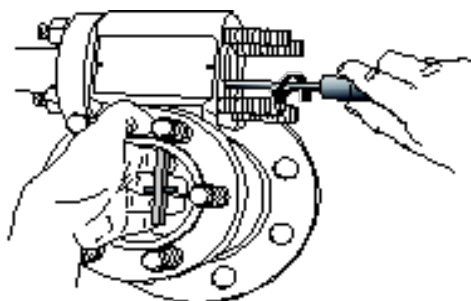

Figure 23
9.3 Dépose du tube de torsion avec boîtier assemblé (voir figures 23 et 24)
Pour retirer le plongeur, il est impératif de démonter le bras de torsion. Lors de la dépose des deux vis de fixation (133) du bras de torsion, maintenir ce dernier pour ne pas endommager le tube de torsion (figure 23).
- Enlever la bride supérieure (146) et la bride pleine (144).
- Abaissier le bras de torsion (135) et décrocher le plongeur (130). Un simple crochet en fil de fer de 3 mm facilitera le décrochage et la suspension du plongeur. Le crochet peut être introduit dans le trou de la chape.
- Sortir les vis (133) et le bras de torsion (135) de la chambre.
- Retirer le plongeur de sa chambre (131) ou du réservoir.
- S'assurer que les dispositions relatives aux appareils installés en atmosphère explosible sont respectées. Dévisser la vis de sécurité (106) du compartiment de raccordement et dévisser le couvercle (104). Débrancher les conducteurs d'alimentation électrique du circuit de raccordement à clamps (90).
- Ôter les écrous de fixation (142) de l'ensemble de tube de torsion et sortir celui-ci de la chambre de mécanisme.
Pour installer, suivre la procédure indiquée pour la dépose (section 9.3), en inversant l'ordre des opérations. Il est recommandé de mettre en place des joints neufs (143-149) lors de l'installation (voir figure 23).